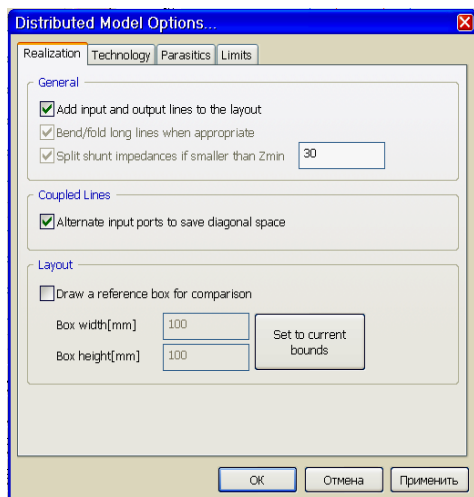

Рис. 1.5
Если фильтр на распределённых элементах, открывается окно **Distributed Model Options** рис. 1.5, в котором имеется несколько вкладок. Перечисленные на вкладках опции могут быть доступны или не доступны в зависимости от типа синтезируемого фильтра.
- **Split shunt impedances if smaller than Zmin**. Действует для фильтров на шлейфах. Если эта опция отмечена, то шлейфы с сопротивлением, ниже указанного (30 Ом на рис. 1.5), заменяются двумя параллельными шлейфами с большим сопротивлением. Это позволяет избежать слишком широких шлейфов.